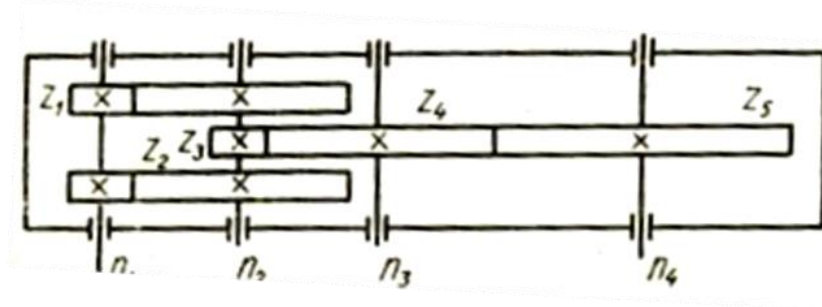

Рис. 5.
3.14. Если в редукторе указанной схемы (рис. 5) в два раза уменьшить число зубьев колеса Z_4 , то как изменится число оборотов в минуту на выходе n_4 ?